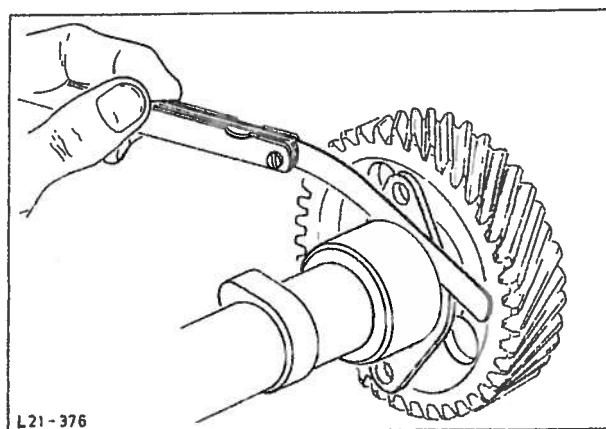

Fig. 67 Måling av festeplatens klaring.
40. Varm opp kamakseldrevet til 250°C på en varmeplate, skyv festeplaten inn på kamakselen og sett inn platefjæren. Press kamakseldrevet (med det slitte navet vendt mot akselen) inn på akselen ved bruk av en presse slik at det oppnås en klaring på 0,05 - 0,15 mm (0,002 - 0,006") mellom anlegget og festeplaten, fig. 67. Påfør olje på kamakselen og sett den inn. Trekk til festeplaten med riktig moment.